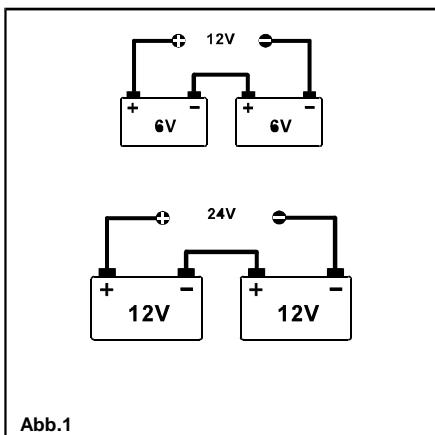
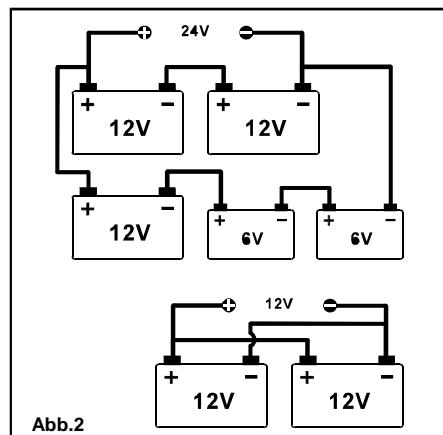

Abb.1
Abb.2
Sollen mehrere Batterien gleichzeitig geladen werden, so ist vorzugsweise die Serienschaltung zu verwenden (Abb. 1). Bei Parallelschaltung (Abb. 2) errechnet sich der Ladestrom jeder einzelnen Batterie aus dem Gesamtladestrom, der am Amperemeter des Gerätes angezeigt wird, dividiert, durch die Anzahl der Batterien. Defekte Batterien führen zur falschen Anzeige des Amperemeters.
- Während des Aufladens der Batterien müssen die Zellenverschlüsse geöffnet sein (Abb. 1).
- Die Batterielösung muß einige Millimeter über den Platten stehen (Abb. 2).
- Während des Aufladens der Batterien müssen die Zellverschlüsse geöffnet sein (Abb. 1).
- Die Batterieflüssigkeit muß einige Millimeter über den Platten stehen (Abb. 2).